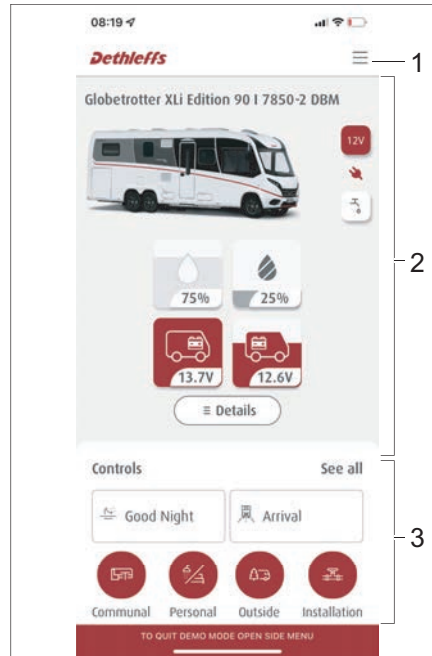

Fig. 275 Organización de la aplicación Dethleffs Connect
- Área de menú (Fig. 275,1)
- Datos del vehículo (Fig. 275,2)
- Área de manejo y escenarios (Fig. 275,3)